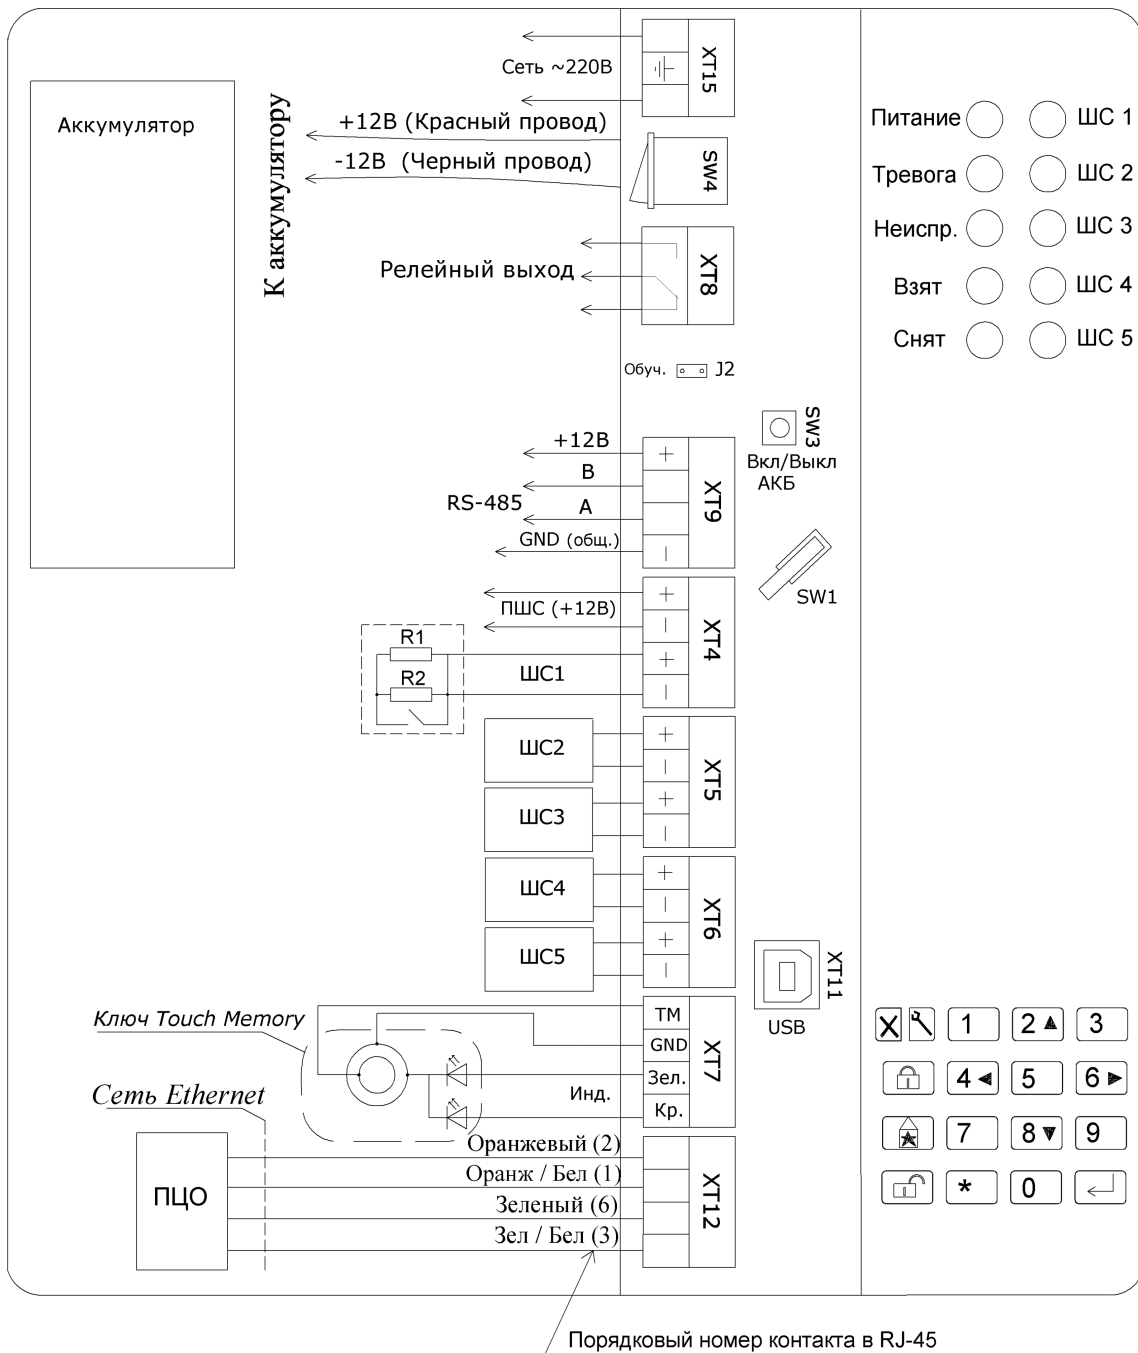

Рис.1 Схема подключения УОО Юпитер» 5IP.
2.14 Габаритные размеры 230x220x50 мм.(рис.1)
Элементы внешних подключений расположенные на печатной плате прибора отображены на рис.1.
- Разъем (ХТ 12) для подключения линии связи по интерфейсу Ethernet. Подключение контактов кабеля производить по цветам в соответствии с маркировкой на плате и Рис.1.
- Кабель связи Ethernet. Монтаж проводов к клеммам, проводить согласно схеме Рис.1.
- Схема подключения шлейфов, производится одинаково для всех режимов работы Прибора, согласно Рис.1.